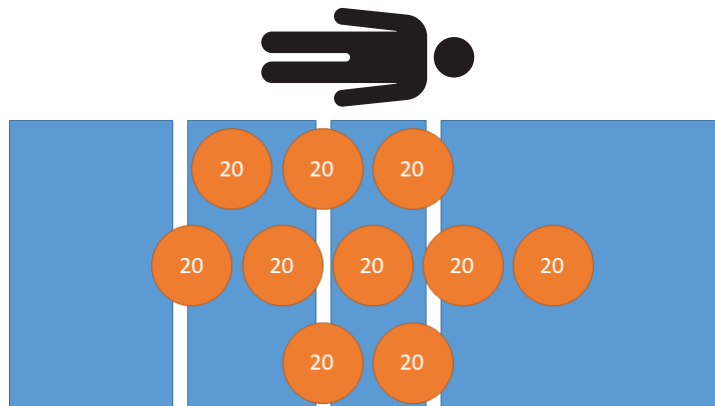

図 25 – 再現性試験 - 200 kg
1. 較正済み分銅を使用して、200 kgを製品に載せます (図 25)。